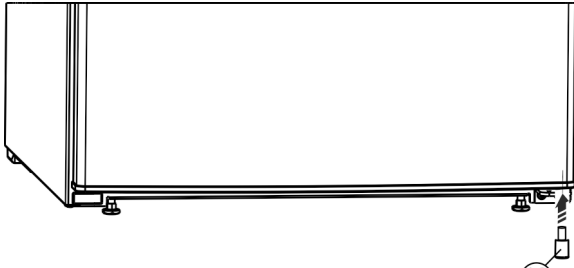

Fig. 8
- ▶ A távtartót Fig. 8 (13) helyezze vissza az ajtó jobb oldalának aljára, mivel ez fontos a készülék stabilitásához.